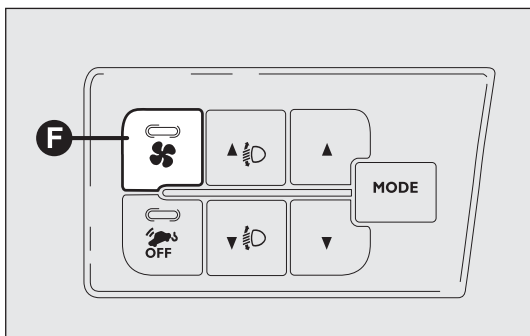

fig. 46
**AVVERTENZA** Per garantire un disappannamento/sbrinamento rapido, in caso di presenza di riscaldatore supplementare (sotto il sedile anteriore o posteriore per versioni Panorama e Combinato), se attivato, procedere alla disattivazione tramite pulsante F (led spento) ubicato sulla mostrina comandi fig. 46.